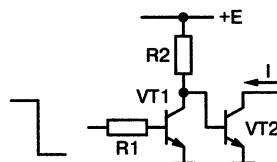

Рис. 5.5. Промежуточный ключ на  $VT1$  служит для инверсии управляющего сигнала
С рис. 5.3 сравните схему на рис. 5.5. Верхний уровень управляющего напряжения вызывает открывание  $VT1$ , а значит, — закрывание ключа  $VT2$ . При закрывании  $VT1$ , наоборот, происходит насыщение  $VT2$ . Промежуточный транзистор выполняет две функции.
**Функция 1.** Согласование с сильноточным ключом. В самом деле, для управления схемой рис. 5.5 внешняя цепь управления должна обеспечить ток: